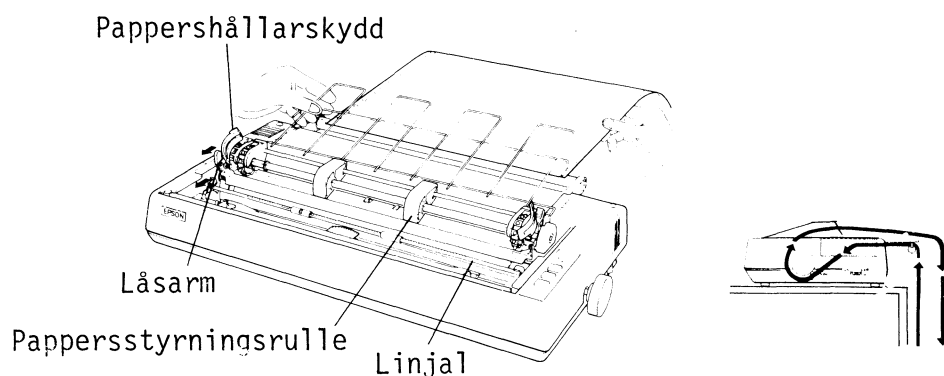

Fig 3.10 Isättning av tabulatorpapper
- c) Frigör låsarmen genom att dra den i pilens riktning. Se fig 3.10.